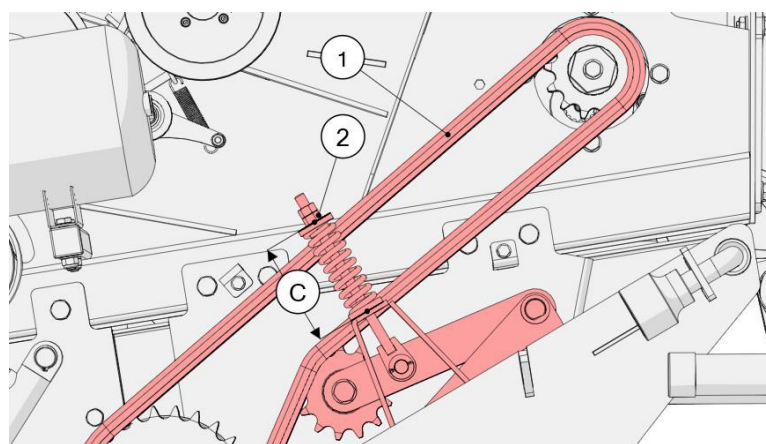

Figura 58. Tensado de la cadena del rotor
- Para tensar la cadena del rotor (1), como se muestra en la figura 58, gire las tuercas del tensor (2) de modo que la distancia C = 95 mm;